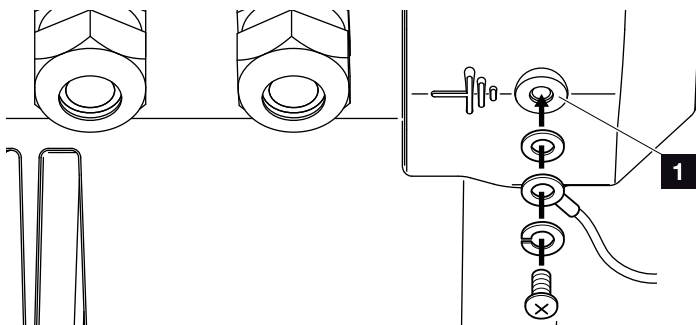

Fig. 33: Conexión PE específica del país
9. En países en los que se prescribe una segunda conexión PE, esta debe conectarse en el punto marcado de la carcasa (interior o exterior) con el par predefinido de 3 Nm (M6). **!** **Fig. 33, Pos. 1**